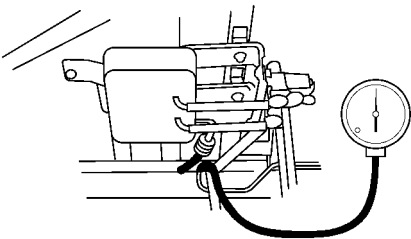

图 12-57 将负压表连接到负压管道上
- 2) 检查负压管路。从负压储压箱脱开负压管道，将负压表连接到负压管道上。如图 12-57 所示。然后起动发动机并在怠速下运转，检查负压表的指示值是否为 400mmHg。